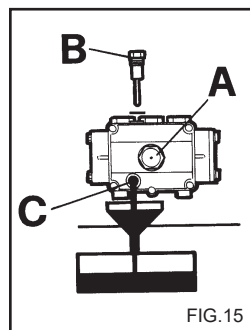

FIG. 15
2) Desatarraxe a tampa com a vareta de controlo do nível (fig. 15).